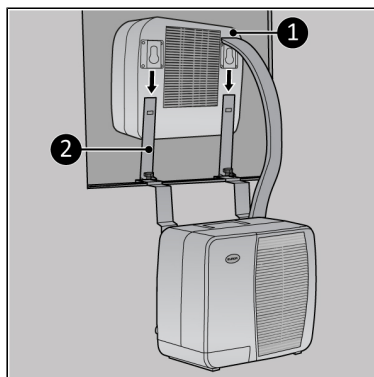

Figura 74.
2. Far scorrere l'unità interna sulle staffe di supporto da caravan (Figura 74, pos. 2).